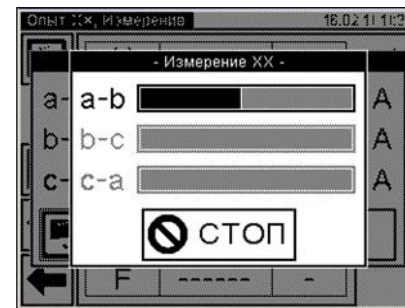

Рисунок 6.44
10) Після досягнення необхідного значення напруги натиснути кнопку "Измерение" для запуску власне вимірювання. На екрані з'явиться вікно, яке демонструє динаміку процесу вимірювання (рисунок 6.44). При необхідності цей процес вимірювання може бути зупинений натисканням кнопки "СТОП".